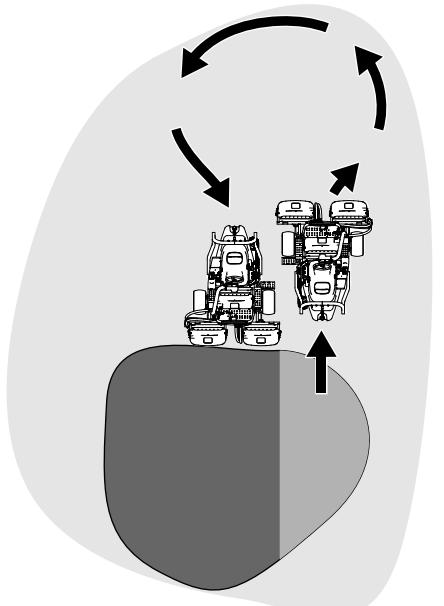

Bild 24
- Verkürzen Sie die Betriebszeit und vereinfachen Sie das Ausrichten für den nächsten Durchgang, indem Sie die Maschine vorübergehend in die entgegengesetzte Richtung und dann in die Richtung des ungemähten Teils drehen. Führen Sie eine tränenförmige Wende durch (Bild 24), um die Maschine schnell für den nächsten Durchgang auszurichten.